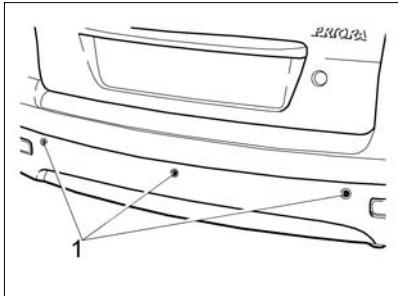

Рис. 43. Датчики парковки
**В вариантом исполнении** автомобили оснащаются системой безопасной парковки (парктроник – от англ. parktronic). Система поможет избежать досадных мелких аварий и следующих за ними материальных затрат. **Датчики парковки** (рис. 43) помогут вам обнаружить опасное препятствие, невидимое из салона автомобиля.